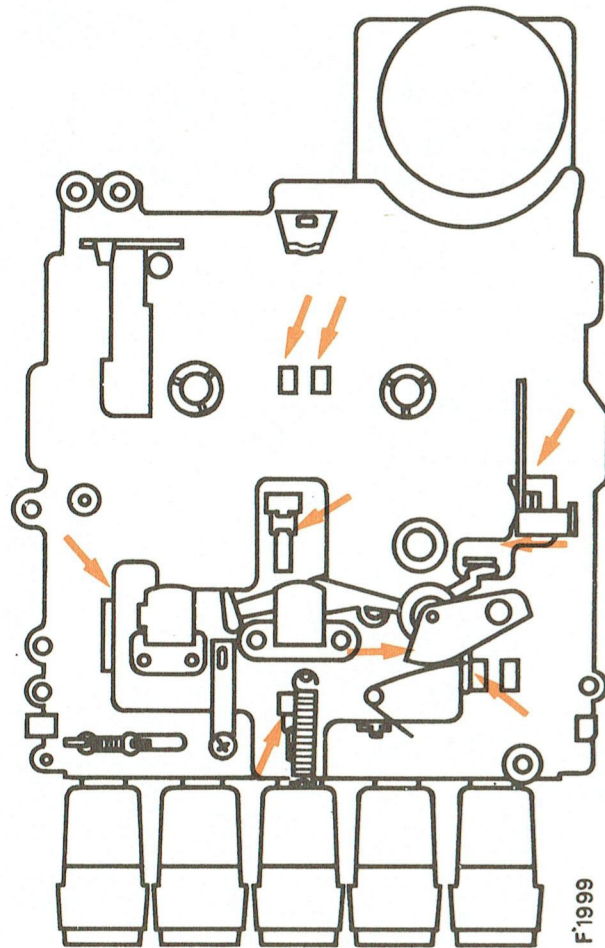

Fig.7
A. LUBRIFICATION (Fig. 7 et 8)
Les figures 7 et 8 rappellent les points de graissage.